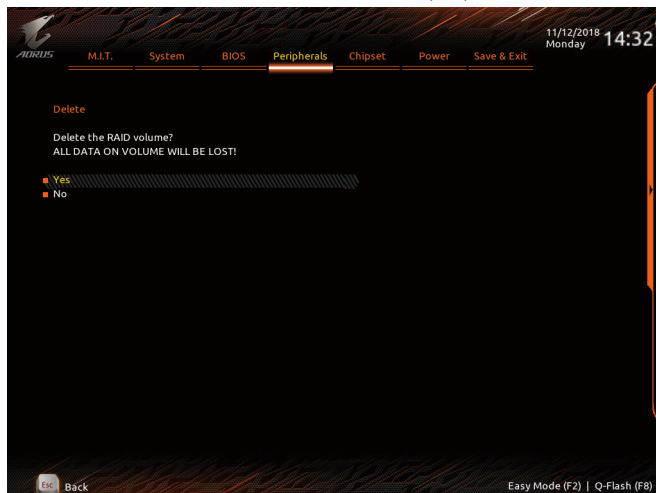

图5
若要清除已建立的磁盘阵列，请至「Intel(R) Rapid Storage Technology」画面，在要清除的磁盘阵列上按<Enter>进入「RAID VOLUME INFO」画面。接着在「Delete」选项上按<Enter>键进入删除画面。要删除磁盘阵列，请在「Yes」项目按<Enter>键(图5)。